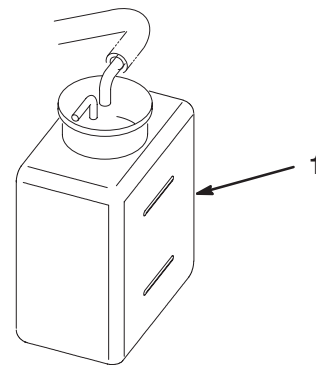

Figure 27
2. Vérifiez le niveau du liquide de refroidissement (Fig. 27). Il doit se situer entre les deux traits du vase d'expansion quand le moteur est froid.